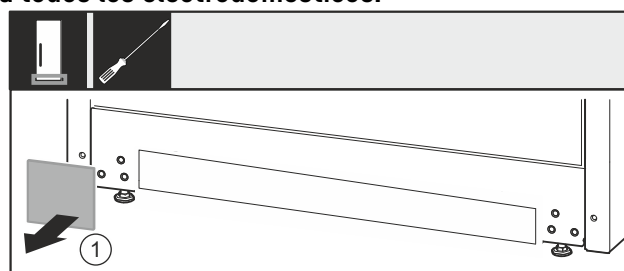

Fig. 32
- Retire la cubierta Fig. 32 (1).